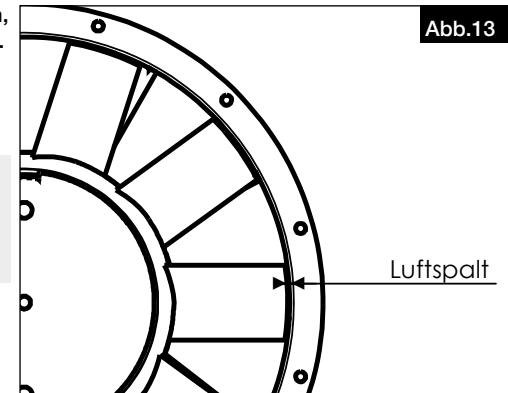

Abb.13
**Der Luftspalt (siehe Abb.13) darf durch die Installation des Schwingungswächters nicht beeinflusst werden!****- Auswahl der Schwingungsdämpfer**